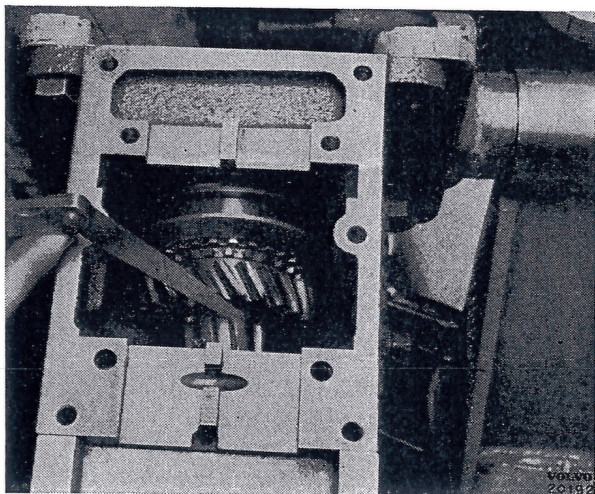

Bild 23. Mätning av axialspelet.
3. Montera låsringen (8) för synkroniseringsanordningen på axeln. Mät axialspelet på 2:ans hjul mellan hjulet och ansatsen på axeln. Max. axialspelet 0,05 mm, se bild 23. Axialspelet justeras med hjälp av låsringen (8). Olika tjocklekar finnas.